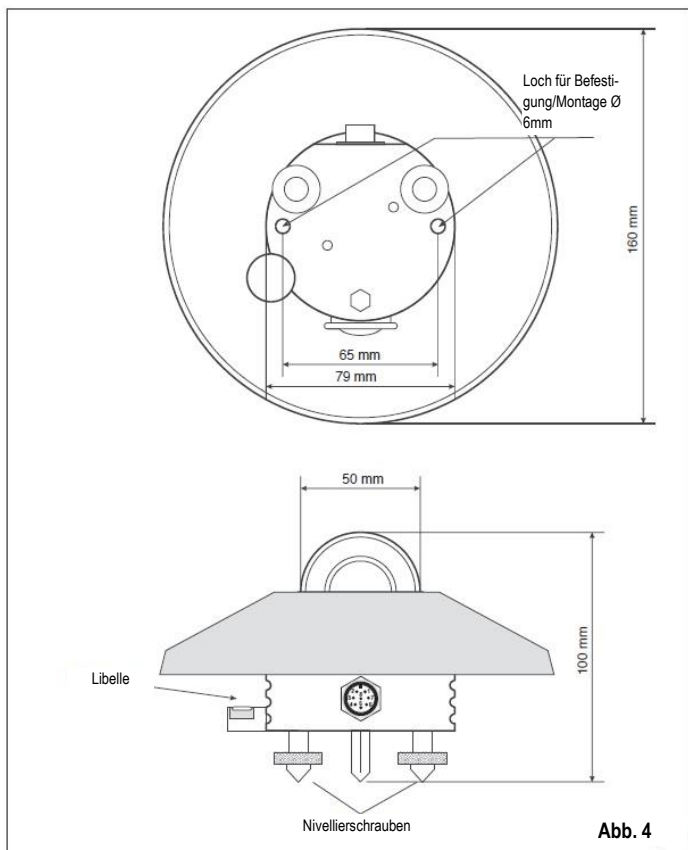

Abb. 4
- Für eine genaue horizontale Positionierung, ist das Radiometer LP UVB 02 mit einer Libelle ausgestattet. Das Einstellen erfolgt über zwei Schrauben. Diese ermöglichen eine Veränderung des Neigungswinkels des Radiometers. Die Befestigung auf einer flachen Basis erfolgt mittels zweier Löcher mit einem Durchmesser von 6 mm. Um die Löcher zu erreichen, entfernen Sie den Schirm und befestigen Sie ihn wieder nach der Montage (siehe Abb. 4).
Abmessungen:	Abb. 4